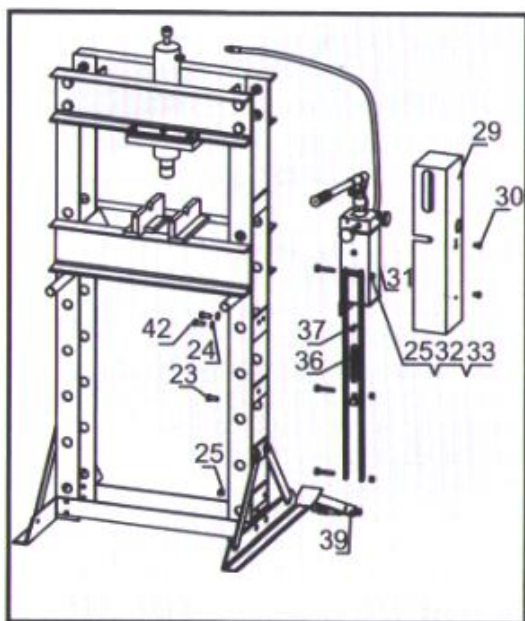

Рис. 4
5. Закрепите насос (31) на стойке болтами (42). Закрепите пружину (36) педального узла болтами (37). Закрепите педаль болтом (25). Закрепите педальный узел к рукоятке болтом (25), гайками (32) и гайкой (33). Закрепите крышку насоса (29) к насосу болтами (30). См. рис. 4.